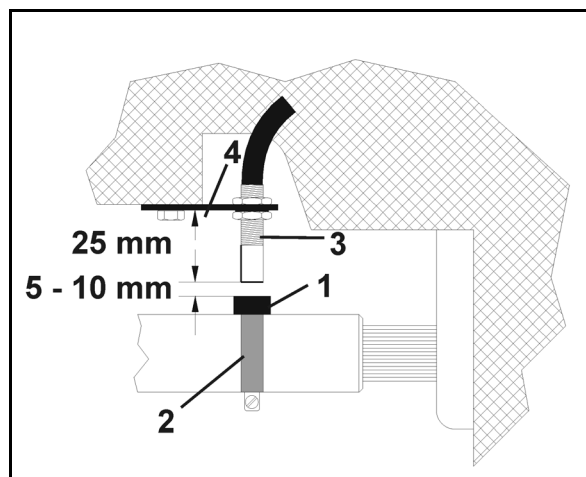

Fig. 75
1. Monter magneten (Fig. 75/1) med spændebånd (Fig. 75/2) hen imod kardanakslen.
2. Føleren (Fig. 75/3) med universalholderen (Fig. 75/4) monteres over for magneten på traktorrammen.